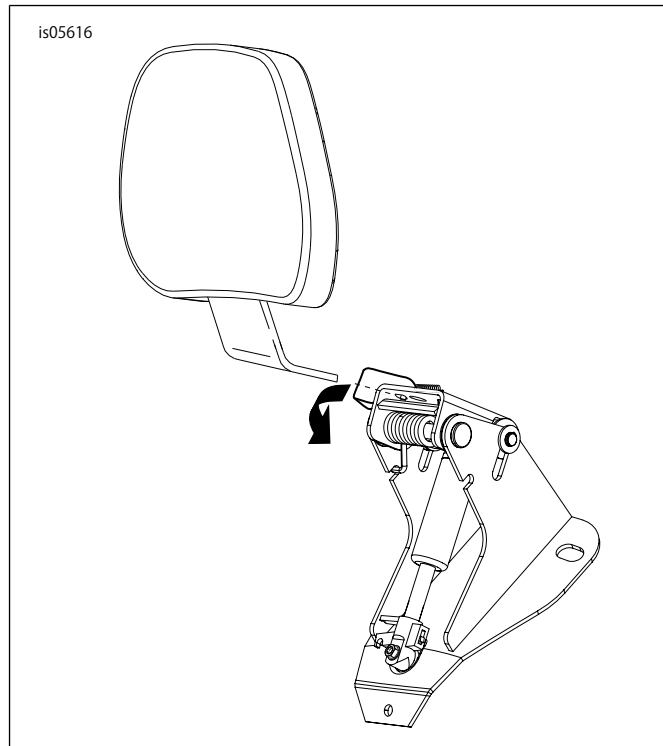

図12。バックレストの取り付け
1. 「図12」を参照。図のようにバックレストブラケットにあるレバーを押します。バックレストを挿入し、所定の位置にはまるまで、軽く押します。